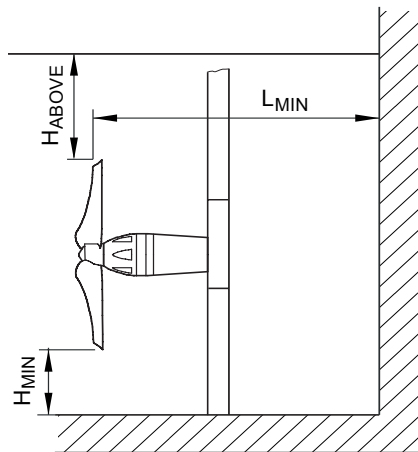

Рис. 7
- Зазор между наружной окружностью лопастей пропеллера и поверхностью днища резервуара необходимо выдерживать в пределах 40-50 см, смотрите H_{MIN} на рис. 7.
- Расстояние от поверхности жидкости до наружной окружности лопастей пропеллера должно составлять не менее 0,75 диаметра пропеллера, смотрите H_{ABOVE} ($H_{\text{верх}}$) на рис. 7.
- Расстояние между наружной окружностью лопастей пропеллера и поверхностью стены позади образателя потока должно составлять не менее двух диаметров пропеллера, смотрите L_{MIN} на рис. 7.